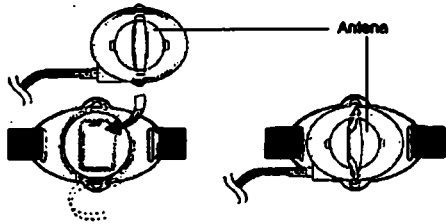

Figura 2.3 Acople la antena.
3. Coloque la antena en la plantilla o abertura y presiónela contra el cinturón o la hombrera hasta que encaje en su posición (Figura 2.3).